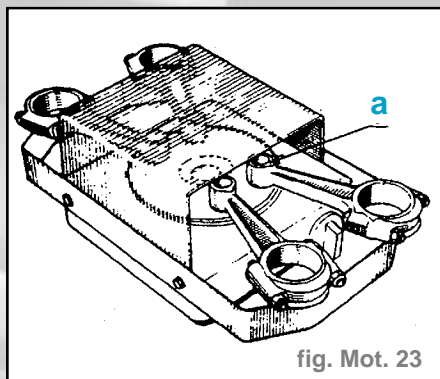

fig. Mot. 23
- Sur chaque pied de bielle, placer, comme témoin de température, un morceau de soudure autodécapante à l'étain en (a) dont le point de fusion est d'environ **250°C** (fig. Mot. 23)